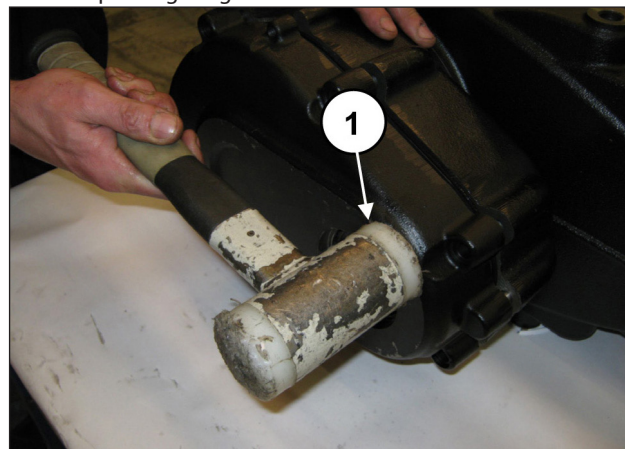
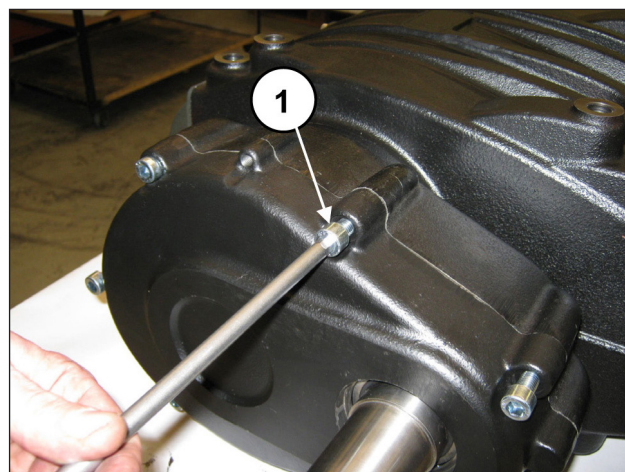

Abb. 87
Abb. 88
Montieren Sie den Getriebedeckel mit dem Schlagwerk (Pos. ①, Abb. 87) und befestigen Sie den Deckel anhand von 7 Schrauben M10x40 (Pos. ①, Abb. 88).